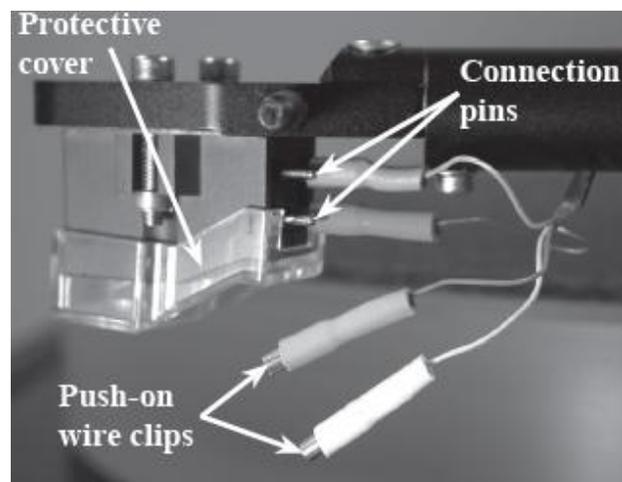

Рисунок 23
3. При помощи соответствующего инструмента, присоедините четыре цветных соединительных провода, идущих от нижней части тонарма к задней части нового картриджа, следуя инструкциям, прилагаемым к картриджу. Смотрите рисунок 23. Ниже приводится спецификация цветных проводов звукоснимателя: